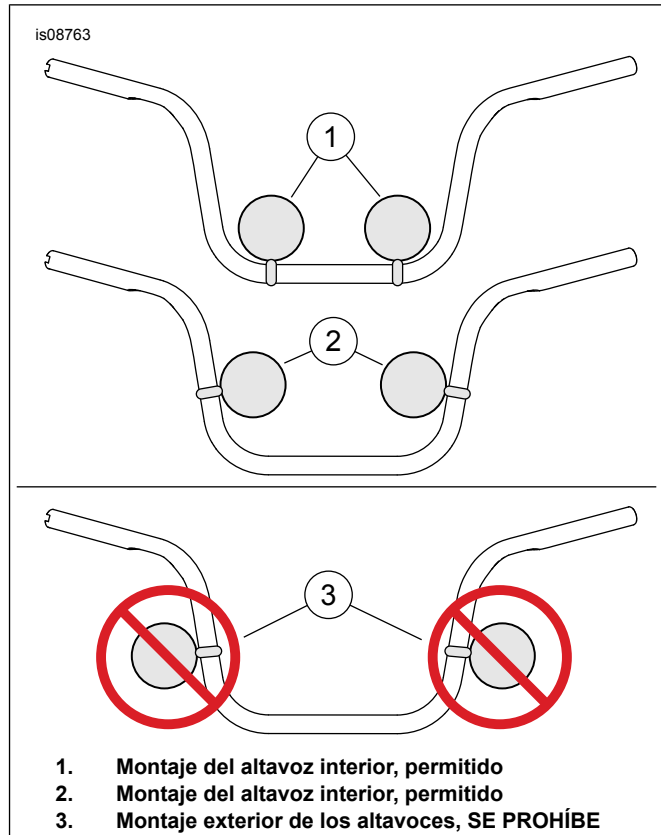

Figura 5. Ubicación de los altavoces en el manillar
- Vea la Figura 5. Monte los altavoces como se muestra. Posicione las abrazaderas del altavoz (4) de manera que los altavoces queden en el interior del manillar. Posicione los altavoces de manera simétrica hacia la izquierda y hacia la derecha de la abrazadera del manillar, y lo más bajo y cerca posible del centro.